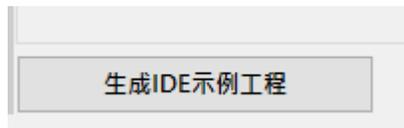

图 15
- c. 点击图 15 “生成 IDE 示例工程” 产生目前选择外設之范例程式。